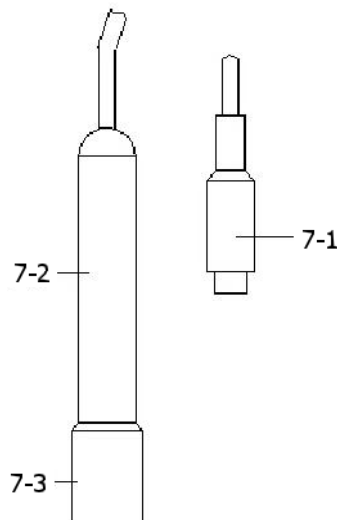

Fig. 4
- 1) Prepare la sonda de conductividad (opcional, CDPB-03), instale el " Enchufe de la sonda " (7-1, Fig. 4) en el conector " CD " (3-15, Fig. 1).
- 3) Sujete el "Mango de la sonda" (7-2, Fig. 4) con una mano e introduzca totalmente la "Cabeza del sensor " (7-3, Fig. 4) en la solución de medida. Mueva la sonda y deje que la burbuja de aire interna salga de la cabeza del sensor.